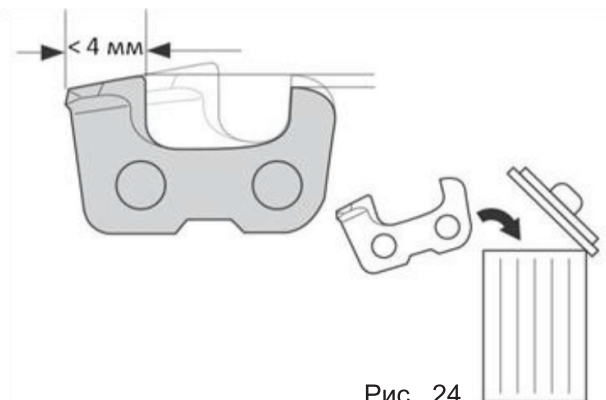

Рис. 24
3. Следите за тем, чтобы режущая кромка всех зубьев пильной цепи, с обеих сторон, была бы после заточки до одной и той же длины. В противном случае, заточенную цепь при пилении, будет «уводить» вправо или влево. Если длина режущей кромки зуба уменьшилась до 4 мм (рис. 24), пильная цепь считается изношенной и подлежит замене.